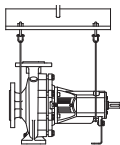
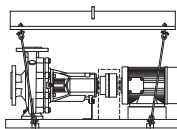

Fig. 1: Transportul pompei
Fig. 2: Transportul agregatului complet
- Pentru a evita deformările, ridicați pompa în mod corespunzător (fig. 1) resp. (fig. 2). Ocheții de prindere montați pe pompă sau pe motor nu pot fi utilizați pentru ridicarea pompei sau a întregului agregat. Acestea sunt prevăzute doar pentru transportul componentelor individuale în timpul montajului sau demontajului.